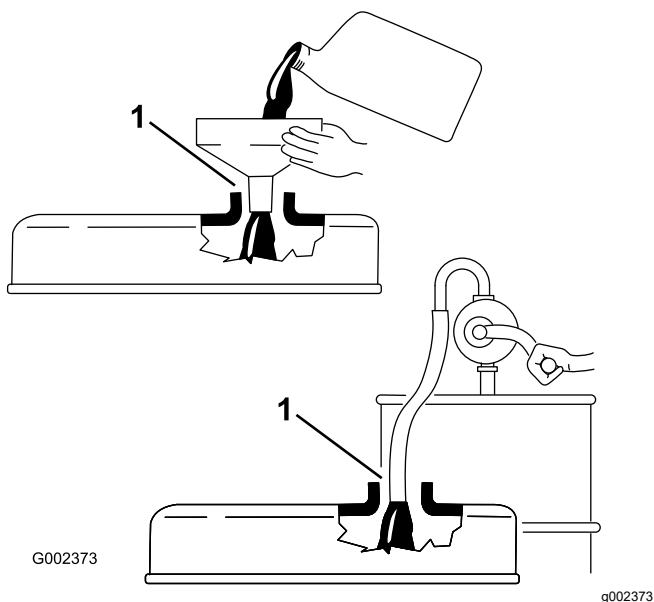

Figura 27
**Important:** Scoateți joja în timp ce adăugați ulei de motor. Când adăugați ulei de motor *trebuie să existe un spațiu liber* în dispozitivul de umplere cu ulei și orificiul de umplere de pe capacul valvei, așa cum se arată în Figura 27. Acest spațiu liber este necesar pentru a permite aerisirea în timpul umplerii, ceea ce împiedică scurgerea uleiului în tubul de aerisire.